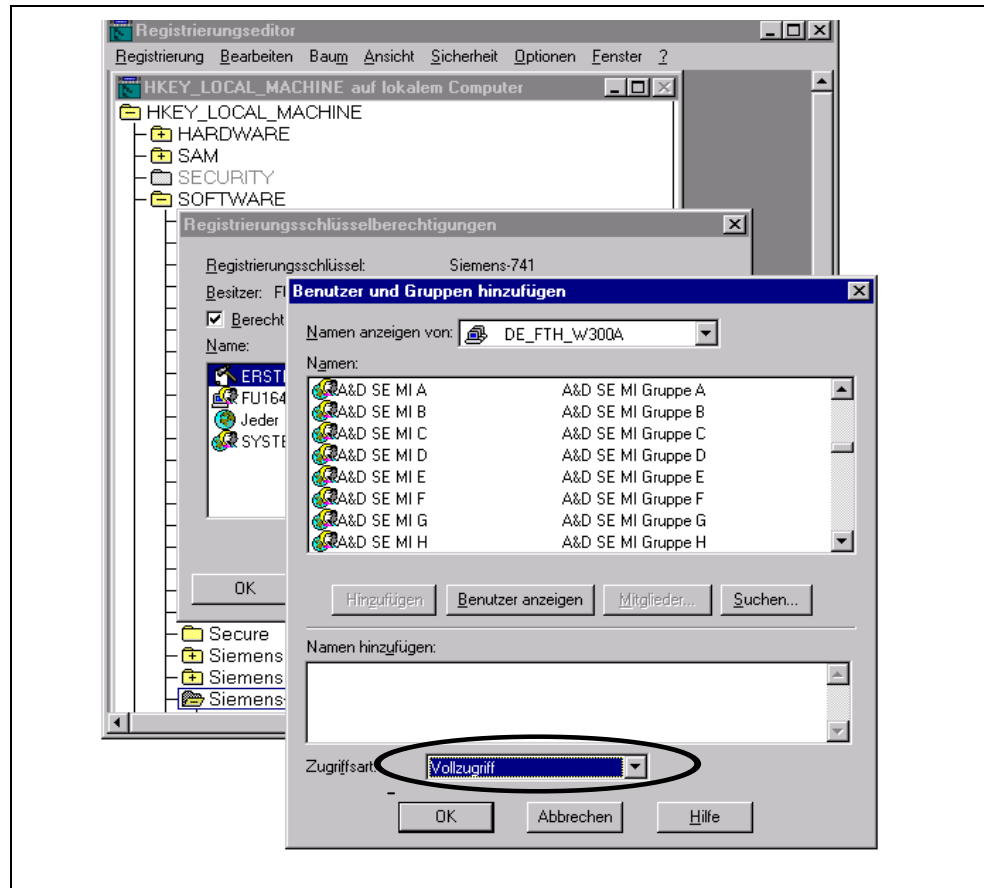

Bild 2-13 Fenster Benutzer und Gruppen hinzufügen
4. Die Schaltfläche „Hinzufügen...“ anwählen. Im jetzt erscheinenden Fenster bei „Zugriffsart“ auf „Vollzugriff“ umstellen (siehe Bild 2-13). Anschließend mit OK alle Fenster schließen.